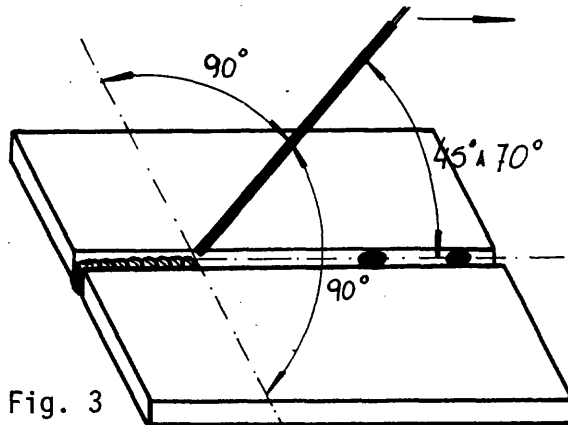

Fig. 3
- ___ a Incline el electrodo en dirección al avance (fig. 3).